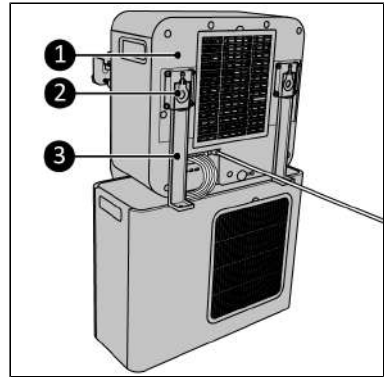

Abbildung 54.
6. Befestigen Sie die oberen Caravan-Halterungen (Abbildung 54, Pos. 3) am Innengerät (Abbildung 54, Pos. 1) mithilfe der Gummihaken (Abbildung 54, Pos. 2).